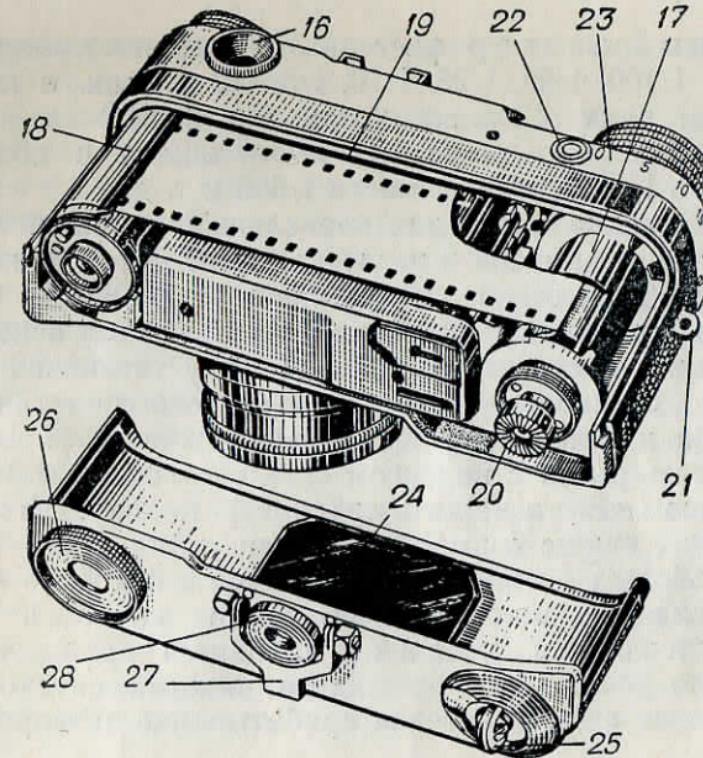

Рис. 2
держки «М» или на выдержки «В» и «Д», счетчик кадров 9, рычаг 10 механизма автоспуска, головка 11 обратной перемотки пленки, шкала 12 отметки чувствительности заряженной пленки, гнездо 13 для крепления лампы-вспышки, ниппель 14 для включения штырька лампы-вспышки, кольцо 15 регулировки синхронизатора, окуляр 16 (рис. 2) видоискателя- дальномера, барабан 17 для крепления и намотки пленки, кассета 18, кадровое окно 19, винт 20 для включения барабана, антабки 21 для крепления нашейного ремня, кнопка 22 для установки счетчика кадров на «0» и шкала синхронизатора 23.
6. Подрезать пленку, как показано на рис. 2, загнуть конец длиной примерно 0,5 см и провести ногтем по сгибу.
4. Соединить конец пленки, выступающий из кассеты, с барабаном, заправив пленку под пружину, как показано на рис. 2.